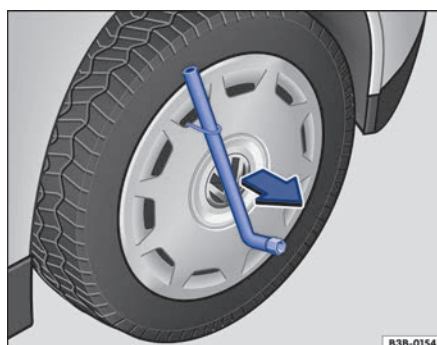

Fig. 291 Desmontar el tapacubos integral.
- Introduzca la llave de rueda por el gancho de alambre → fig. 291 y tire del tapacubos en el sentido de la flecha.